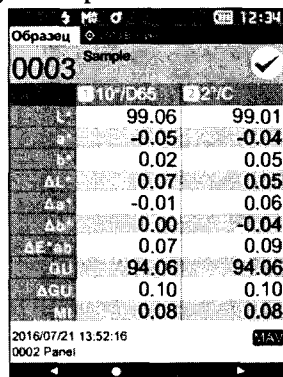
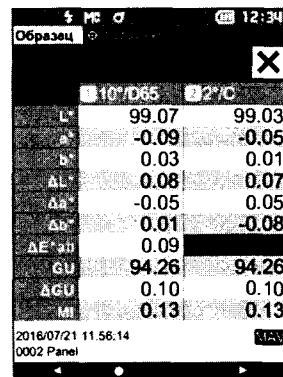

Рисунок 46
Рисунок 47
8.4.1.4.1 Нажмите клавишу , чтобы открыть экран «Образец» (рисунок 46). Наведите отверстие измерения образцов на измеряемую меру из набора отражающих мер координат цвета и координат цветности. Не допускайте сползания или перекоса. Нажмите на кнопку измерения. Выполняется измерение координат цвета и координат цветности, результаты которого выводятся на экран (рисунок 47). Номера данных мер присваиваются автоматически по порядку измерений.
8.4.1.6 Нажмите клавишу $[\Phi/\lambda]$, чтобы открыть экран «Образец» (рисунок 46). Наведите отверстие измерения образцов спектрофотометра на измеряемую меру из набора образцовых мер НО-5. Не допускайте сползания или перекоса. Нажмите на кнопку измерения. Выполняется измерение блеска, результаты которого выводятся на экран (рисунок 46). Номера данных мер присваиваются автоматически по порядку измерений. Провести измерения блеска каждой меры из набора образцовых мер НО-5 по 5 раз.